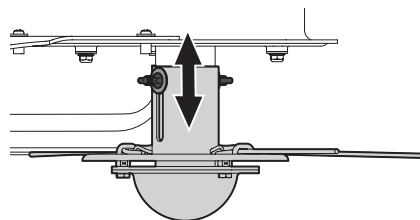

Figure 5
2. Glissez la fusée vers le haut ou vers le bas à la position désirée, puis serrez les écrous papillons. Voir Figure 5.